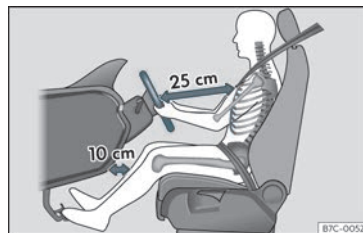

Fig. 2 La separazione corretta tra il conducente e il volante deve essere di minimo 25 cm (10 pollici).
- Regolare il volante in modo che si trovi a una distanza di almeno 25 cm (10 pollici) dallo sterzo» **fig. 2** e sia possibile tenerlo con entrambe le mani sui lati, all'esterno, con le braccia leggermente flesse.
- Regolare il sedile longitudinalmente in modo da poter premere completamente i pedali tenendo le ginocchia leggermente piegate e in modo tale che la distanza tra l'area del ginocchio e il cruscotto sia di almeno 10 cm (4 pollici)» **fig. 2**.